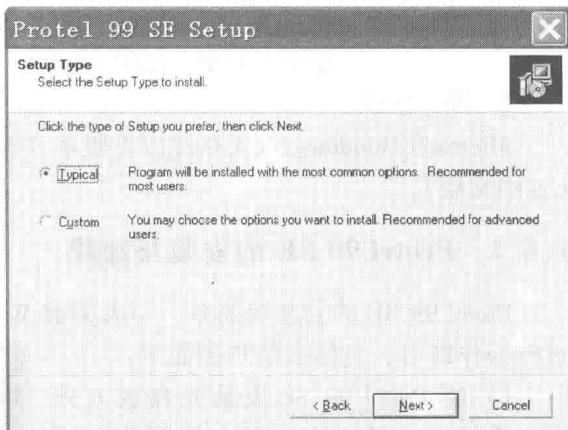

图 1-11 选择安装类型
4) 这时会进入选择安装类型界面, 如图 1-11 所示, 一般选择 Typical (典型安装)。单击 Next 按钮进入下一步。